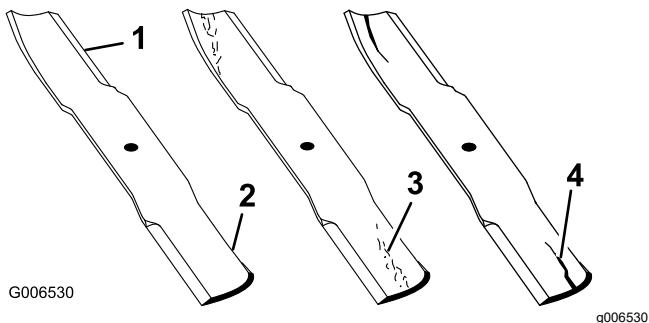

Figure 80
- Examinez le tranchant des lames (Figure 80).
- Remplacez immédiatement toute lame fendue, usée ou qui présente une entaille sur cette partie (Figure 80).